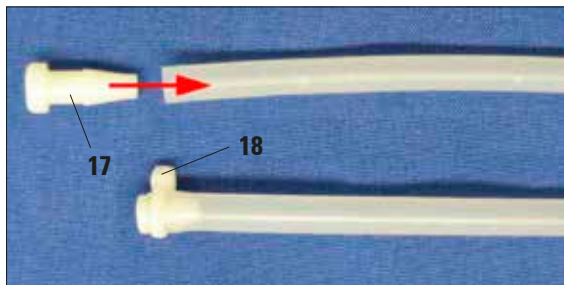

Bild 27
Om bara en eller två sköljstationer behövs måste de slangar som inte används täppas till med en propp (17), se bild 27.
- Detta gör du genom att vrida och trycka proppen hela vägen in i änden på slangen och sedan fästa med kabelbandet (18).